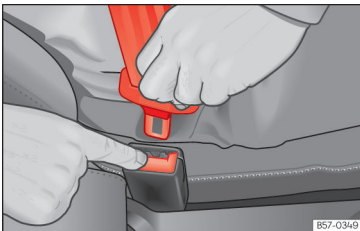

Abb. 22 Schlosszunge vom Gurtschloss lösen.
- Rote Taste im Gurtschloss drücken »» **(Abb. 22)**. Die Schlosszunge springt heraus.